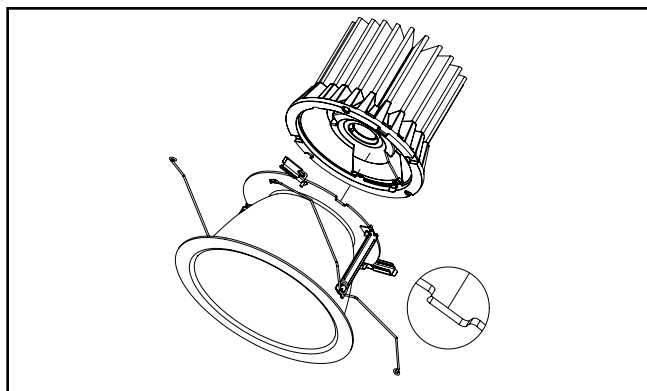

Figure 5.
5. Insérez le moteur lumineux à DEL sur l'assemblage de la garniture. Alignez la languette sur le moteur lumineux à DEL sur l'assemblage de la garniture (Figure 5).